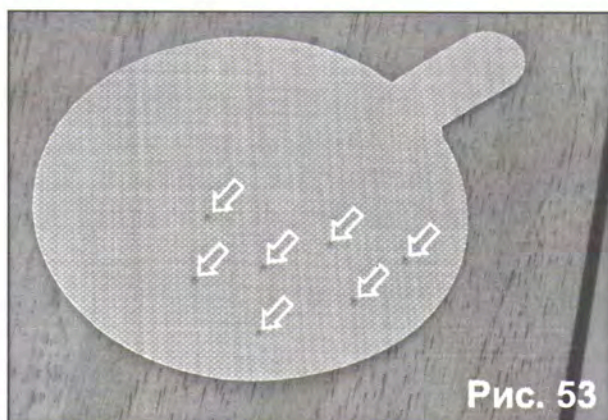

Рис. 53
3. Тщательно осмотрите использованную (рабочую) поверхность салфетки. Для предотвращения загрязнения нагревателя удалите все явные (ясно видимые) частички (рис. 53).